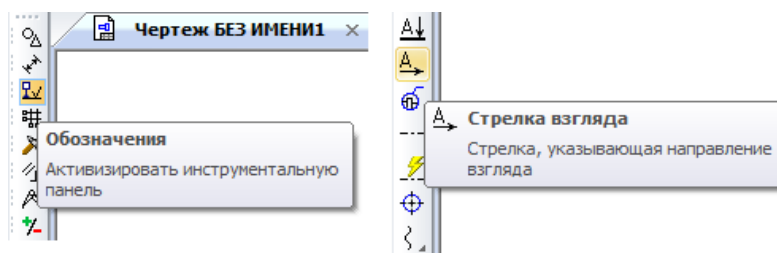

Рис. 3.2.25: Кнопка **Стрелка взгляда** на сторінці **Обозначения**
- Зобразимо стрілку погляду за допомогою кнопки **Стрелка взгляда** розташованої на сторінці **Обозначения Компактной панели** (рис. 3.2.25).